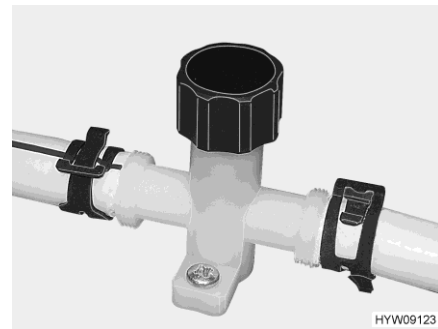

Bild 132 Ablasshahn (Wasserleitung)
- Alle Ablasshähne (Bild 132) öffnen.